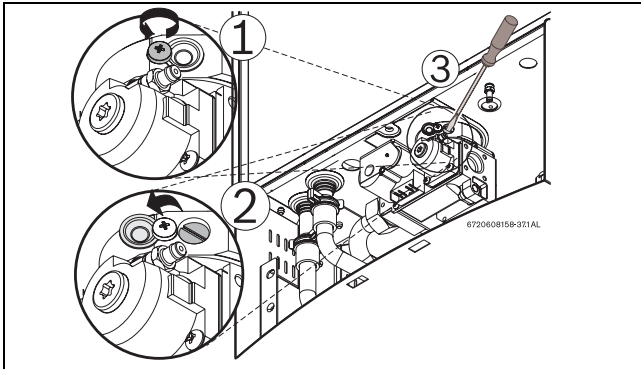

Fig. 53 Regolazione di CO₂ nel programma P1
- ▶ Allentare la vite a croce con sigillo giallo (Fig. 53, pos.1) e spostare il tappo di protezione (Fig. 53, pos. 2) per poter rendere visibile la vite di regolazione.
- ▶ Inserire il tappo di protezione nella posizione iniziale e stringere la vite a croce (Fig. 53).